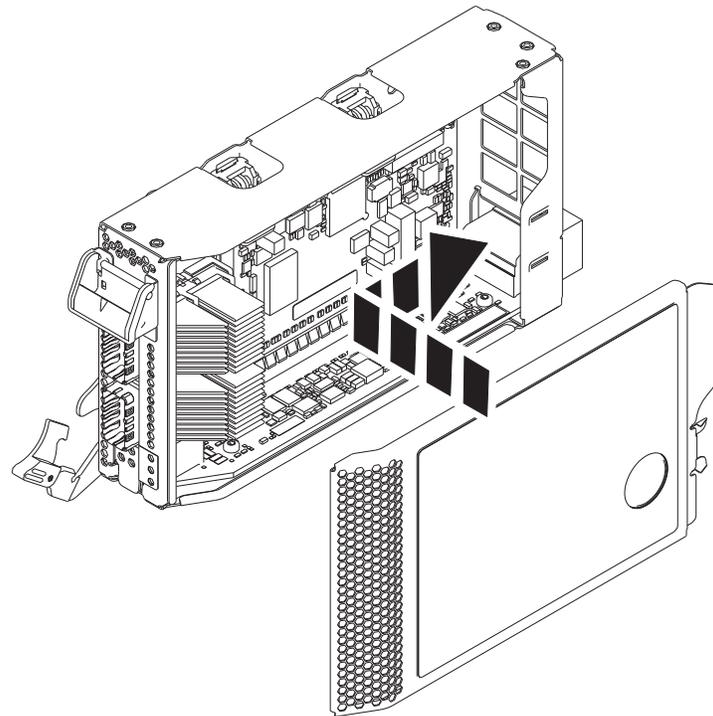

Abbildung 44. Kassettenabdeckung des PCIe-Adapters austauschen
- a. Richten Sie die Kassettenabdeckung aus und schieben Sie sie auf der Kasette in Position, wie in Abb. 44 dargestellt.